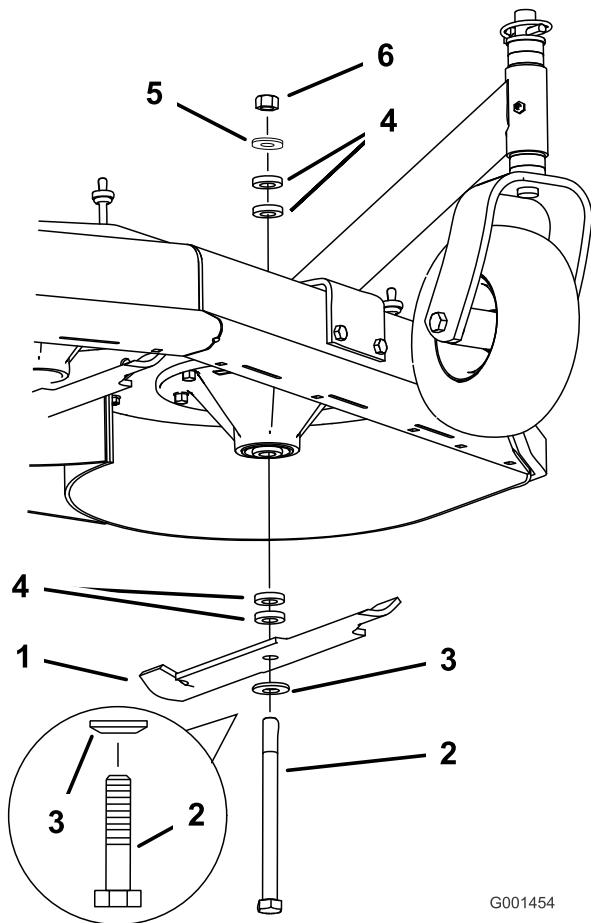

Figura 57
2. Retire la tuerca, el perno de la cuchilla, la arandela curva, la cuchilla, los espaciadores, y la arandela fina del eje (Figura 57).
1. Instale el perno, la arandela curva y la cuchilla. Seleccione el número correcto de espaciadores para la altura de corte deseada y deslice el perno dentro del eje (Figura 57).
2. Instale los espaciadores restantes, en su caso, y sujételos con una arandela fina y una tuerca (Figura 57).